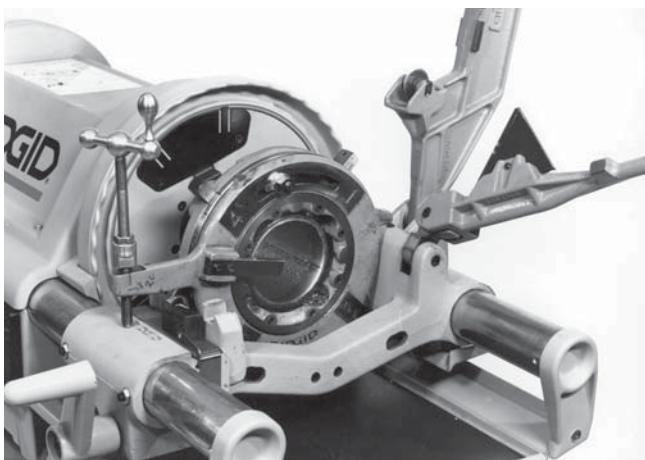

Рисунок 32 – Очистка поддона для стружки и масляного фильтра
(Рисунок 32)
1. Установите контейнер под сливной пробкой поддона для стружки. (Рисунок 32)